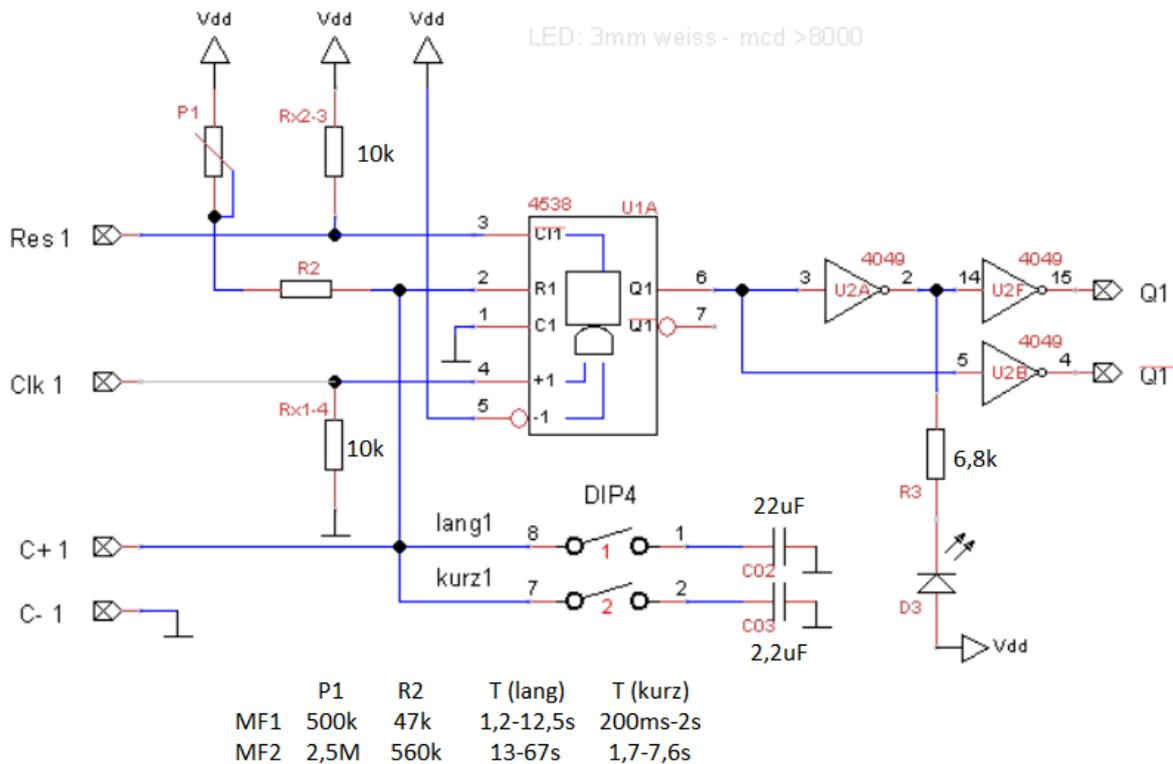

Abb. 15: Teilschaltung des 70005 Mono-Flop-Moduls
Ein Mono-Flop (MF) ist ein zeitlich begrenzter Speicher. Das Mono-Flop-Modul beherbergt gleich zwei MFs mit unterschiedlichen Haltezeiten. Durch ein high am Eingang „Ck“ wird das MF gesetzt und nach der Haltezeit wird das MF automatisch wieder zurückgesetzt. Die Haltezeiten werden durch einen Kondensator und einen Widerstand bestimmt, die für die beiden MFs von Hause aus unterschiedlich sind (Abb. 15).